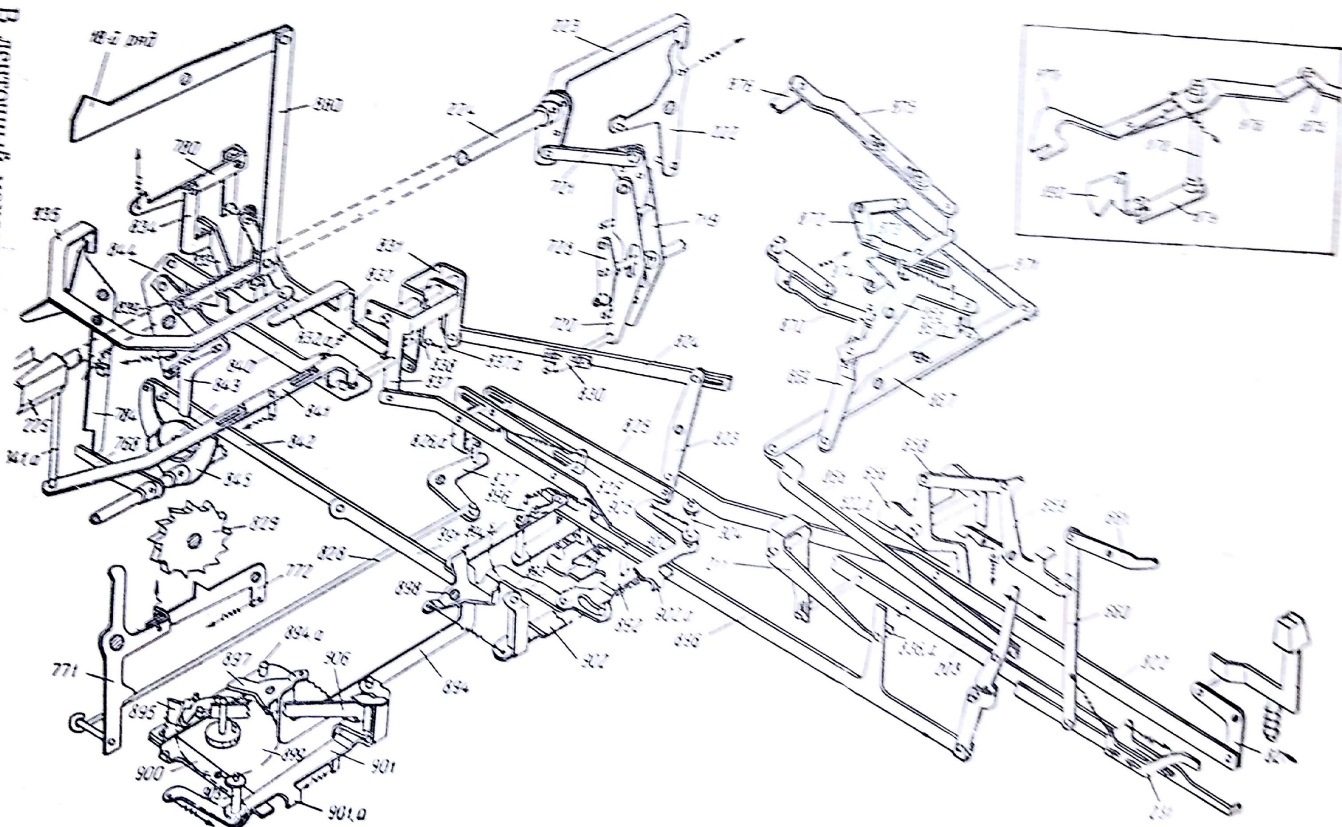

Рис. 75. Включение табуляционной клавиши, пишущей машины и рычажного механизма.
#### 14. ВКЛЮЧЕНИЕ ТАБУЛЯЦИОННОЙ КЛАВИШИ «Т» (рис. 75)
Правая тяга выполняет следующую работу: угольником 830 поворачивает передний рычаг включения 720, который, нажимая на верхний или нижний штифты (в зависимости от положения рычага переключения настроек), поворачивает задний рычаг включения 719 (на рис. 75 передний рычаг включения 720 нажимает на нижний штифт заднего рычага 719). Задний рычаг включения через тягу 721, скобу 223 и ось 224 поворачивает кулачок колонных стопсов 225 в среднее положение и этим освобождает каретку; задним концом через скобу 831 перемещает назад трехплечую тягу 832. Тяга через угловой рычаг 833 и поводок 834 опускает запорную собачку 780. Собачка освобождает подъемные кулачки, которые поворачиваются и опускают рычаги включения (см. «Включение автоматического возврата каретки»). Кроме того, собачка 780 замыкает контакт в цепи электромотора. Электромотор получает питание и через задний редуктор вращает эксцентрик 863, который приводит в действие подъемный рычаг 768. Кроме того, трехплечая тяга отгибом 832, а поворачивает промежуточный рычаг 835, который удерживает трехплечий рычаг 784 вне зоны действия подъемного рычага. Каретка под действием спиральной пружины перемещается влево. Одновременно работает электромотор. Для перемещения каретки влево не требуется работы электромотора, но она понадобится после остановки каретки для нормализации подъемных кулачков.
На рис. 75 ленточный механизм изображен в таком положении, когда тяга занимает правое положение и лента перематывается с правой катушки на левую, т. е. лента перемещается влево. Происходит это следующим образом: при движении тяги 842 и поводка 891 вперед ведущий рычаг 892 правым вырезом через штифт фиксатора 893 перемещает подающую тягу 894 влево. Тяга увлекает за собой ходовую собачку. Левая ходовая собачка 895 проходит по наклонной стороне зубьев храповой шестерни, которая удерживается от поворота левой пропускной собачкой 897. Правая ходовая собачка 896 в это время подходит к зубьям правой храповой шестерни, не соприкасаясь с ними, а правая пропускная собачка 898 отведена от правой храповой шестерни и упирается в этом положении в штифт 894, б подающей тяги.
**Включение пишущей машины от руки (см. рис. 75).** Для включения пишущей машины рычаг переключения переводится в переднее положение. Этот рычаг поворачивается на оси и нижним плечом перемещает назад штангу переключения 836. Штанга при этом выполняет следующую работу: квадратным штифтом 836, а становится над передним плечом углового рычага 211 и этим блокирует включение рабочего хода машины;
**Включение пишущей машины от настройки** (см. рис. 75). Для включения пишущей машины от настройки необходимо установить стопс № 3 в 18-м ряду шины управления. Этот стопс повернет рычаг включения, поворачивающий через вертикальную тягу 880 запорный рычаг 839. Этот рычаг освобождает тягу переключения 840, которая под действием пружины перемещается вперед. Затем кулачок 225 колонным стопсом шины управления смещается влево и освобождает движок 841 (на рис. 75 кулачок 225 стоит в левом положении). Движок освобождает переднее плечо тяги переключения, которая поднимается и нижней частью Г-образного выреза захватывает штифт скобы 837. После этого штифт тяги 842 ленточного механизма через двухплечий рычаг 843 перемещает назад тягу переключения 840. Тяга поворачивает скобу 837, которая перемещает назад штангу переключения 836, поворачивает скобу табуляционной клавиши 831 и этим обеспечивает включение пишущей машины в таком же порядке, как и от руки.
6. Эксцентрик поворачивает задний трехплечий рычаг 961, который через тягу 962, правый кронштейн 963, ось 964 и левый кронштейн 965 поворачивает двойной рычаг 966, а последний через поводок 967 и кронштейн 968 поворачивает ось шагового механизма. При этом правый кронштейн оси поворачивает качалку, которая вводит в анкерную шестерню 829 (см. рис. 75) переднюю и выводит заднюю собачку 772, и за счет этого каретка перемещается влево на полшага.